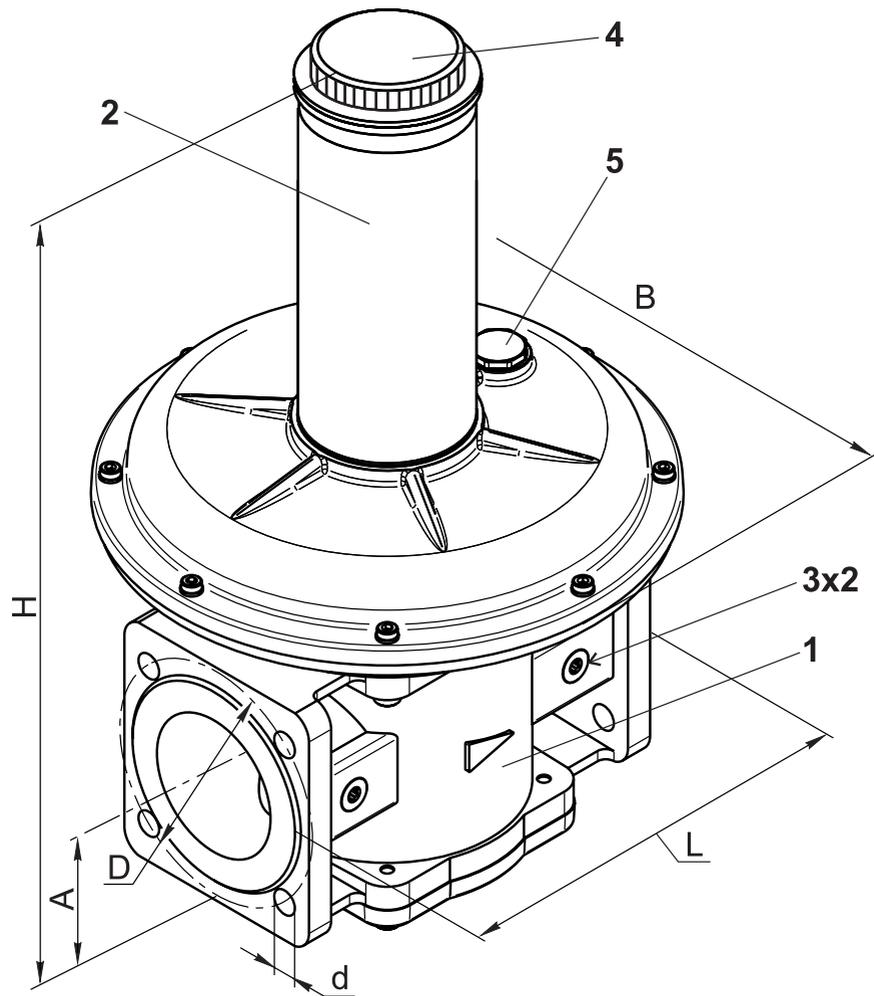

Рис. 1
2.1 Регулятор (см. рис. 1) состоит из следующих основных узлов и деталей:
- открутите защитную пробку 4 (см. рис. 1);
- открутить защитную пробку 4 (см. рис. 1);